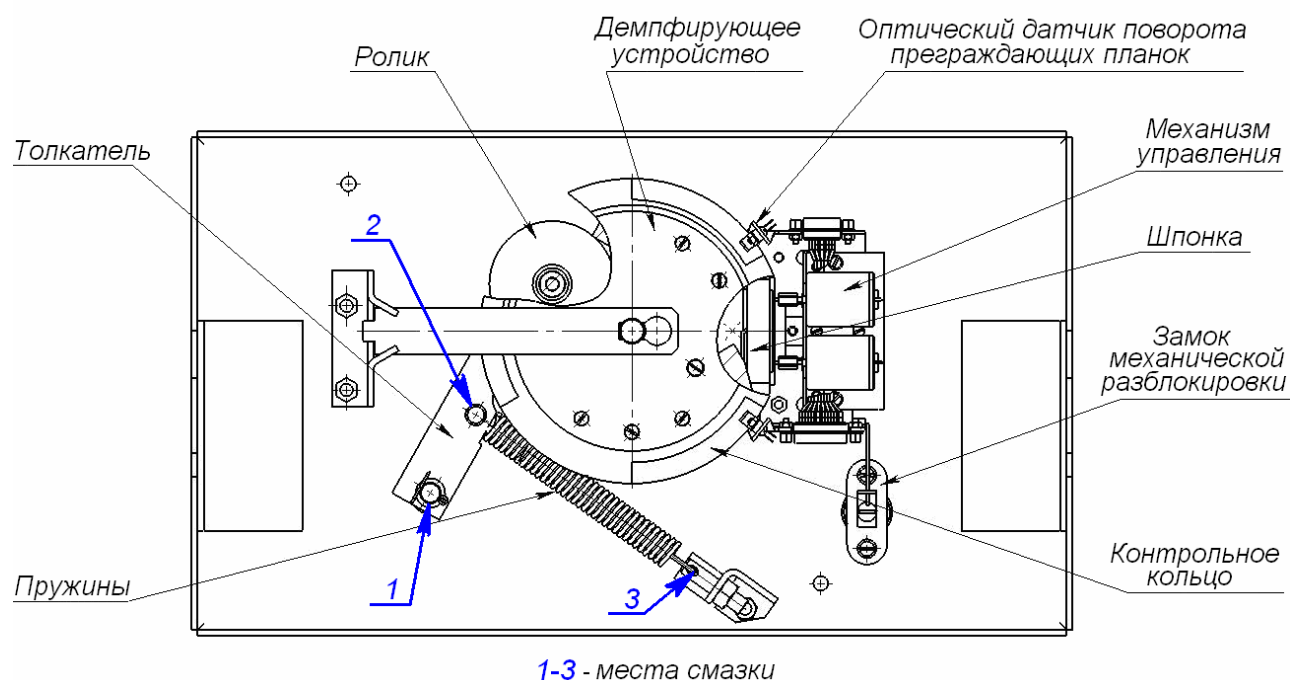

Рисунок 14. Расположение внутренних деталей и узлов стойки ЭП
2. Снимите крышку (3) в порядке, указанном в разд. 6 и положите ее на ровную устойчивую поверхность.
3. Осмотрите устройство доворота (толкатель, пружины и ролик), оптические датчики поворота преграждающих планок и демпфирующее устройство (см. рис. 14).
- четыре втулки на устройстве доворота – две на оси вращения толкателя и две на оси крепления пружин, а также отверстия в деталях крепления пружин, по две - три капли масла в каждое место смазки (места смазки указаны на рис. 14);
- механизмы секретности замка механической разблокировки (7) и замка крышки (4) со стороны замочной скважины.